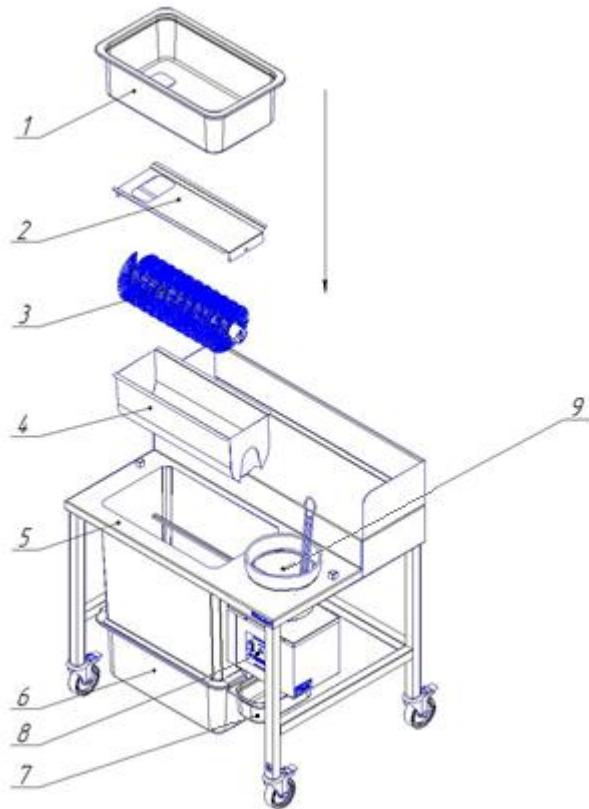
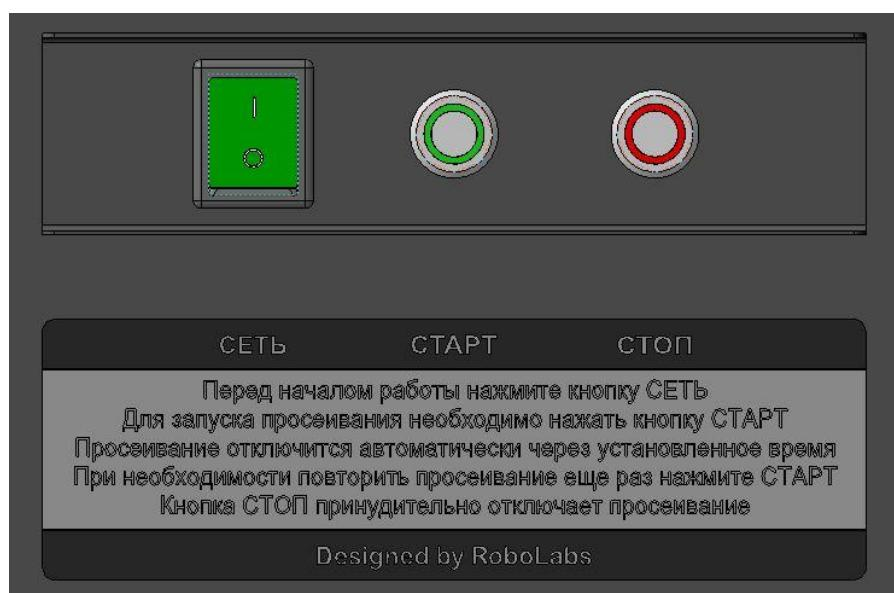

Рисунок 1 – Карамелизатор:
Рисунок 2 – Панель управления
- 3.4.2 После того, как панировочный материал в емкости (поз.1 рисунок 1) приходит в негодность из-за образования комочеков происходит последующий сброс в сито-лоток (поз.4 рисунок 1) через специальное отверстие.
- 3.4.3 Нажать кнопку, положение «I» рисунок 2, после нажатия запускается двигатель, который приводит в движение щеточный вал (поз.3 рисунок 1) в сито-лотке (поз.4 рисунок 1).
3.4.4 В главном узле просеивания, состоящим из сито-лотка (поз.4 рисунок 1) и щеточного вала (поз.3 рисунок 1) происходит отделение панировки от комочеков.
3.4.5 Комочки попадают в емкость (поз.7 рисунок 1), просеянный панировочный материал в нижнюю гастроемкость (поз.6 рисунок 1).
3.4.7 Затем содержимое нижней емкости (поз.6 рисунок 1) пересыпается в верхнюю (поз.1 рисунок 1).